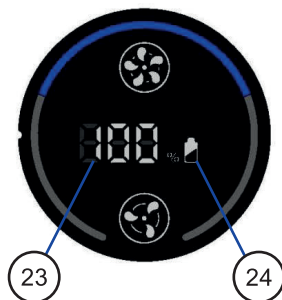

Рисунок 4
2б. Модели **LXVCS 7072** и **LXVCS 7073** сначала установите в настенный держатель (17) или стойку (19) (для модели **LXVCS 7073**), а затем подключите к сети. На дисплее будет отображаться уровень (%) (23) зарядки батареи (рис. 4). Символ батарейки (24) будет мигать до завершения зарядки.